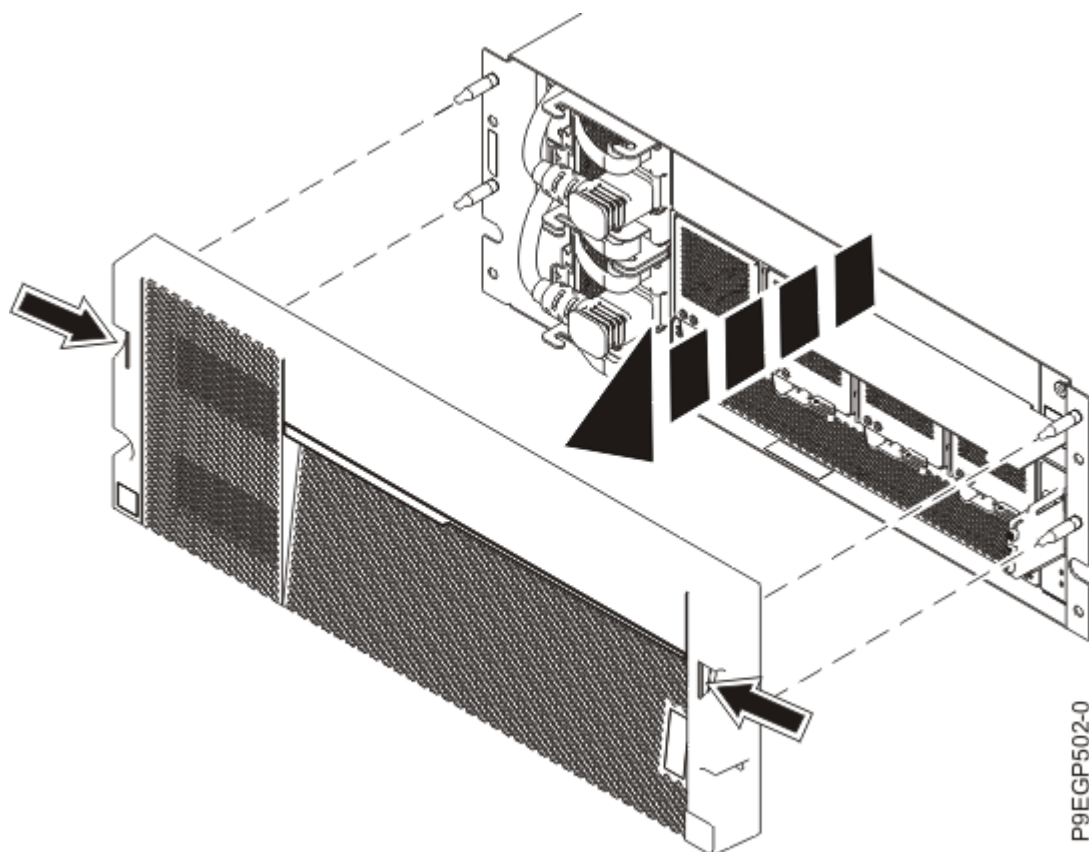

図 8. カバーおよびサービス情報カードの取り外し
- b. ドロワーの両側にある 2 つの青色のタッチ・ポイントを使用して、12 ページの図 8 に示すように、カバーをまっすぐ引き出してドロワーの前面から取り外します。